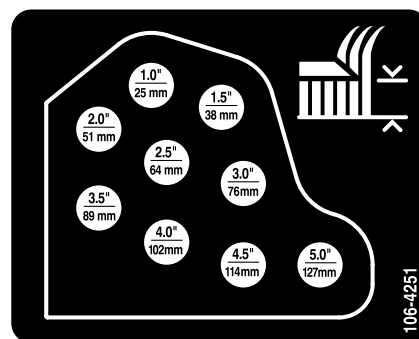

Figura 18
10. Monte las cadenas de altura de corte en el taladro de altura de corte deseado con el pasador y el pasador de horquilla (Figura 18).